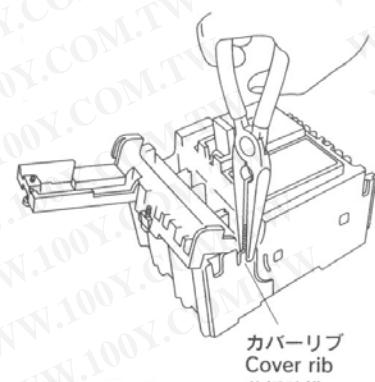

図3 Fig. 3 图3
2. 付属装置カバーを開け、付属装置取付側のカバーリブをラジオペンチ・リードペンチ等で折ってください。この時、カバーリブが本体内部に入らないよう注意してください。（図3）
At this time, be careful that the cover rib doesn't go inside of the body. (Fig. 3)
2. 付属装置蓋板を開け、付属装置取付側のカバーリブをラジオペンチ・リードペンチ等で折ってください。この時、カバーリブが本体内部に入らないよう注意してください。（図3）